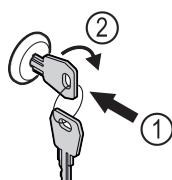

Fig. 126 Beispielhafte Darstellung
- Schlüssel hineindrücken Fig. 126 (1).
- Schlüssel um 90° gegen den Uhrzeigersinn drehen Fig. 126 (2).
- Schlüssel um 90° im Uhrzeigersinn drehen Fig. 126 (2).